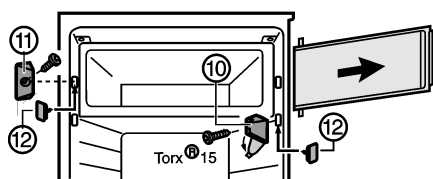

Fig. 6 *
- ▶ Зніміть кришку на опорному кронштейні Fig. 6 (10)*
- ▶ Відкрутіть опорний кронштейн Fig. 6 (10) з дверцятами камери.*
- ▶ Відкрутіть замок Fig. 6 (11)*
- ▶ Закрийте звільнені отвори кришкою Fig. 6 (12), що входить у комплект.*